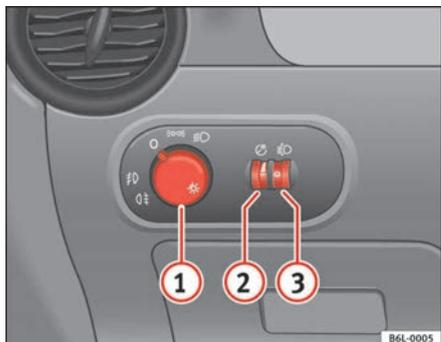

Fig. 57 Détail du tableau de bord : commandes d'éclairage, des projecteurs antibrouillard et du feu arrière de brouillard
- Tournez la commande d'éclairage  $\Rightarrow$  fig. 57 en position  $\Rightarrow$ .